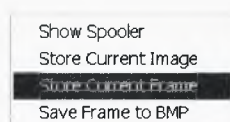

Рисунок 138
– начните перенос при помощи иконки **Сохранить единичное изображение** –  – в группе **Документация** в рабочем окне. Альтернативно, можно выбрать эту функцию из рабочего окна, кликнув правой кнопкой по области изображения (используя сенсорную панель), а затем выбирая **Сохранение текущего изображения** (см. рисунок 138);